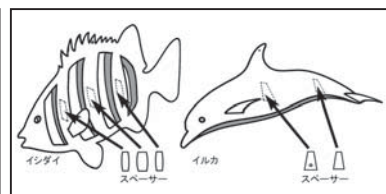

図3 スパーサー
(2)スパーサーを挟み込んだ立体構造(図3)。二枚の切抜き型を併せて中央部にスパーサーを挟み込み、曲面で包む立体的な形状にしました。これによりアイテムにボリューム感がでて、風により常に動き回っても全方位で鑑賞できます。